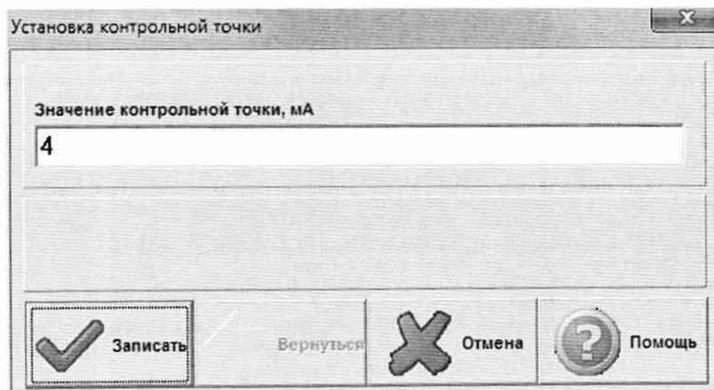

Рисунок 13 - Окно с указанием устанавливаемой контрольной точки
10.5 Установить соответствующее значение эталонного сигнала на входах ИК Рисунок 13. Текущее измеренное значение в этом случае отображается в колонке «Значение вх.» в таблице основного окна программы.